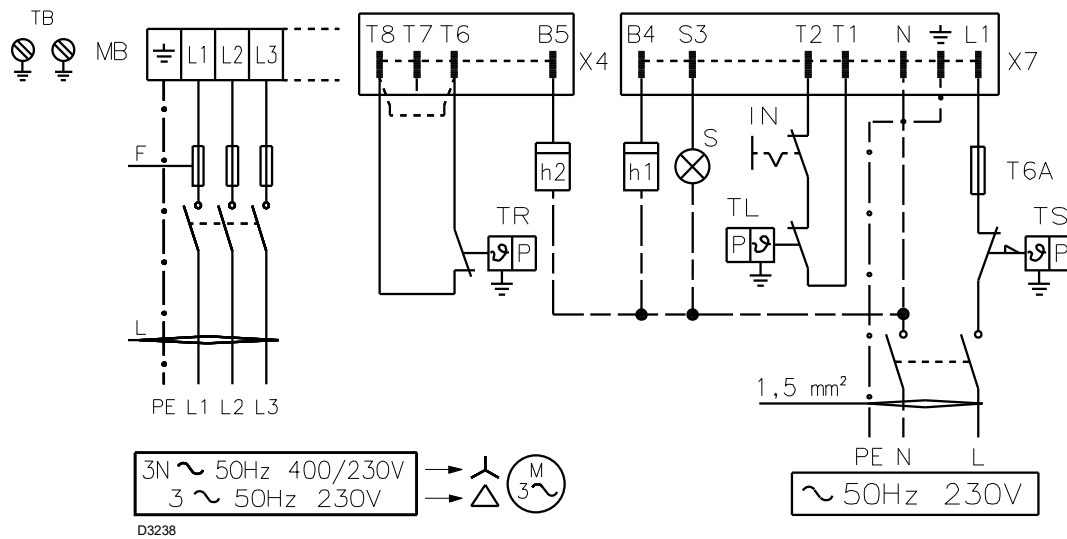

Abb. 21
Kabelschnitte und Sicherungen (Abb. 21), siehe Tab. D.
Wird dagegen ein 1-Stufen-Betrieb gewünscht, so ist anstelle der Fernsteuerung TR eine Überbrückung zwischen den Klemmen T8 und T6 (Abb. 21) vorzusehen.
Legende (Abb. 21)
- Die Brenner verlassen das Werk mit einer Auslegung für einen zweistufigen Betrieb und müssen daher an die Fernsteuerung TR geschlossen werden. Wird dagegen ein 1-Stufen-Betrieb gewünscht, so ist anstelle der Fernsteuerung TR eine Überbrückung zwischen den Klemmen T8 und T6 (Abb. 21) vorzusehen.